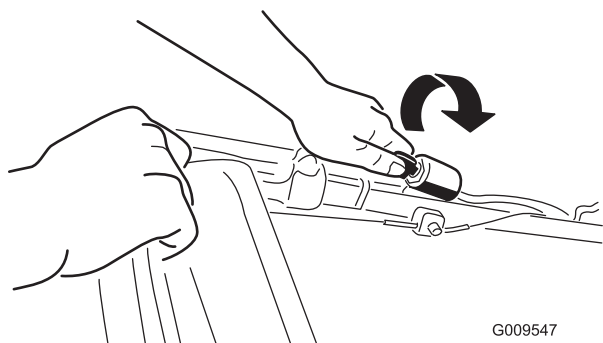

Figuur 11
1. Houd de bedieningsstang van het maimes tegen de handgreep (Figuur 11).